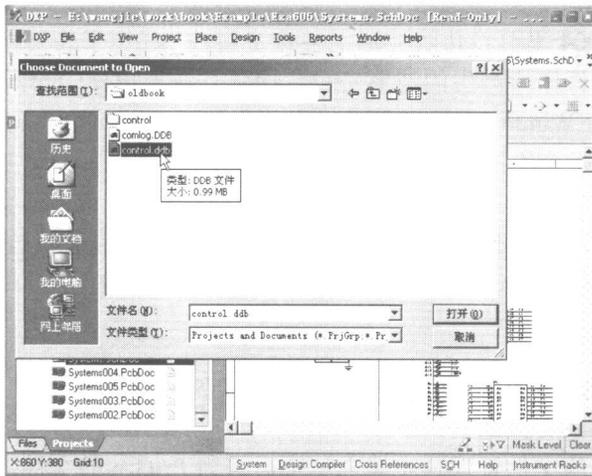

图 1-2 选中 Protel 99SE 的数据库文件
step 1) 首先执行菜单命令 File | Open，选中 Protel 99SE 的数据库文件，如图 1-2 所示。